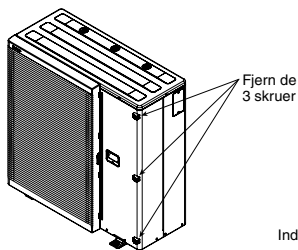

Fig. 6-1
1. Fjern de 3 skruer, der er fastgjort til kabinetets frontplade. (Fig. 6-1)